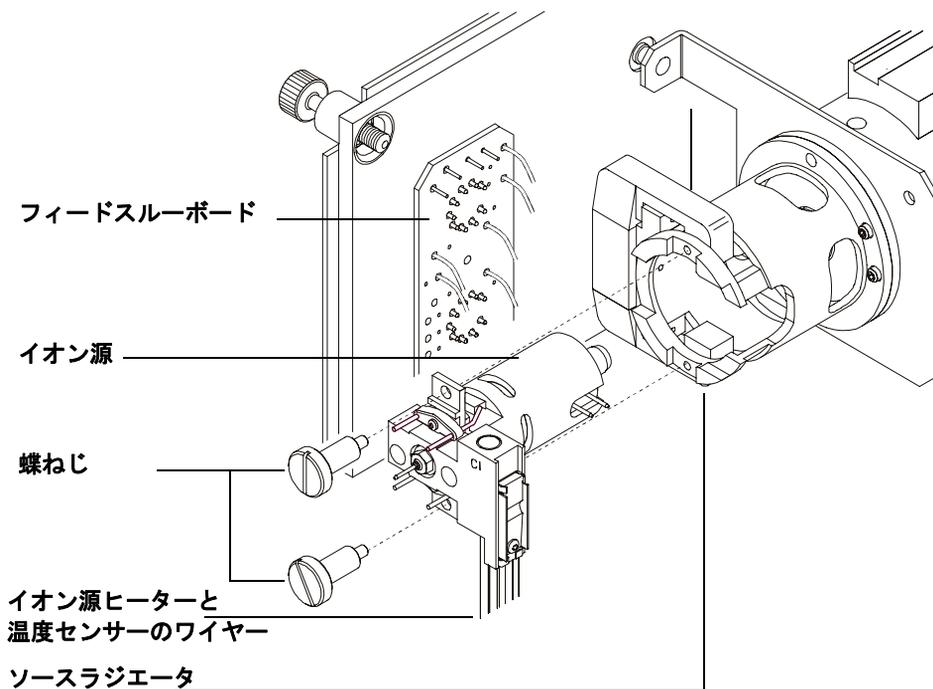

図 34 イオン源の取り外し
- 3 イオン源から 7 本のワイヤーを外します。ワイヤーを必要以上に曲げないでください (図 34、表 20)。